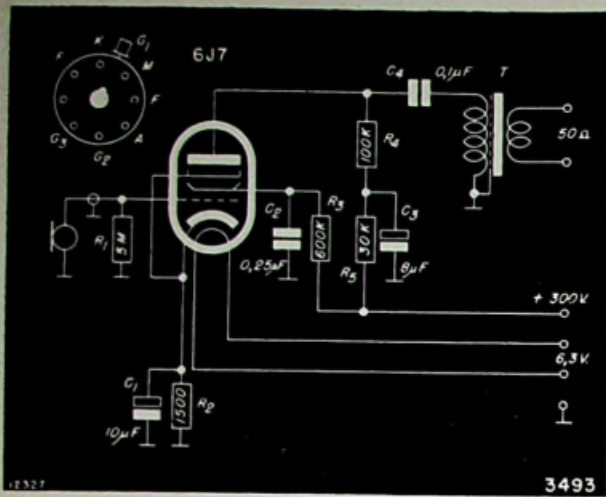

Fig. 3. — De Voorversterker.
Voor het gesproken woord is een microfoon (M) voorzien met een ingebouwde voorversterker, waarvan de uitgangsimpedantie eveneens 50 ohm bedraagt. Doordat de uitgangsimpedantie voor radio en micro dezelfde zijn, kunnen beide toonbronnen met een telefoonsleutel (S), om beurten naar de ingang 50 ohm geschakeld worden. Men zorge ervoor, dat bij het overschakelen, de 50 ohm-lijn niet open komt te staan. Het schema van de gebruikte voorversterker staat afgebeeld in fig. 3. Voor de volledige bouwbeschrij-